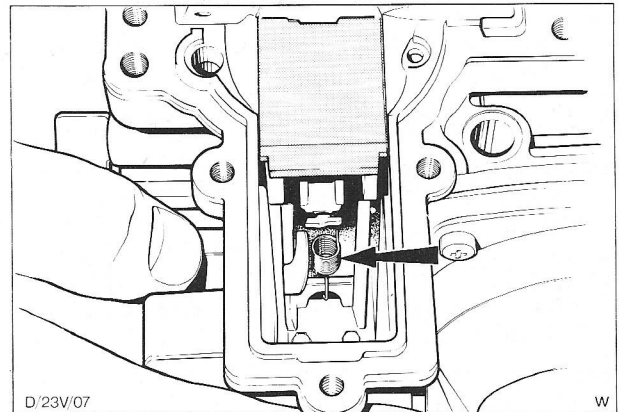

Fig. 58 Bevestiging van hoofdregelnaaldveer aan luchtklep.
6. Haak de centreerveer van de regelnaald los; Fig. 58.
9. Klem de hoofdregelnaaldveer vast in de stand welke in Fig. 58 is afgebeeld.